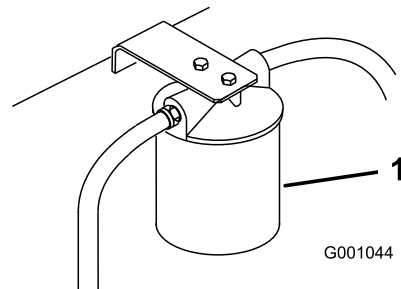

Bild 99
3. Stellen Sie eine Auffangwanne unter den Filter, bauen Sie den alten Filter aus und wischen Sie die Dichtungsfläche des Filterstutzens sauber (Bild 99).